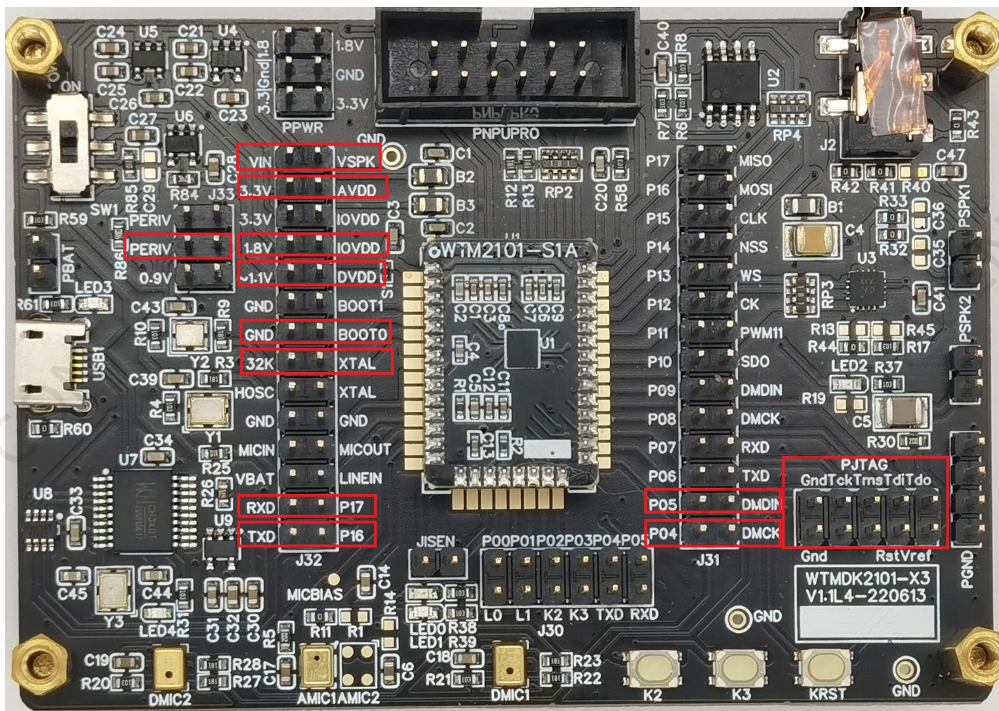

图1. 硬件连接参考图
1. 参考硬件接线图1连接各个跳线 (包含参考供电, JLink等连接)